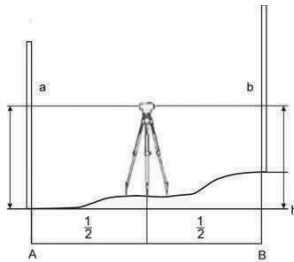

Рис.13
1) Установите прибор приблизительно посередине между точками А и В (Рис.13).
4) Разность отсчетов “а и b” является превышением “h” точки В относительно точки А. (Рис.13)